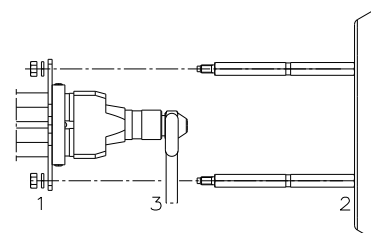

Fig. 15
- sustituir la boquilla con la llave 3)(Fig. 15).